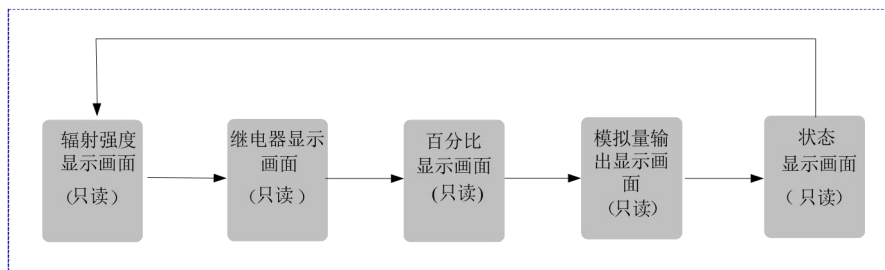

图 9 EAS 系列-A 型状态界面循环显示
- 2、触摸 Cursor（光标键）会在图 9 所示画面循环显示；